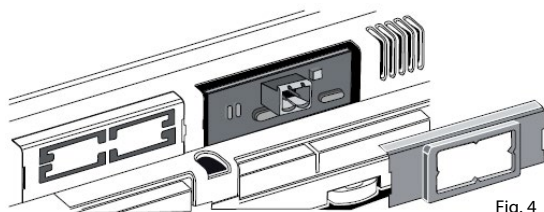

Fig. 4
3. Inserire la scheda opzionale nel corrispondente connettore, assicurandosi che la scheda sia ben inserita e a contatto dei due appoggi posti sul contenitore del KPM30/KPM31 (Fig.4). Attenzione! L'inserimento della scheda e l'accoppiamento dei connettori potrebbero risultare difficoltosi a causa dello spazio esiguo e dei due appoggi plastici. Si consiglia l'inserimento obliquo della scheda e la sua rotazione fino a far combaciare i connettori.
3. Insert the optional card in the corresponding socket, making sure that the card is fitted correctly and in contact with the two supports on the case of the KPM30/KPM31 (see Fig. 4).